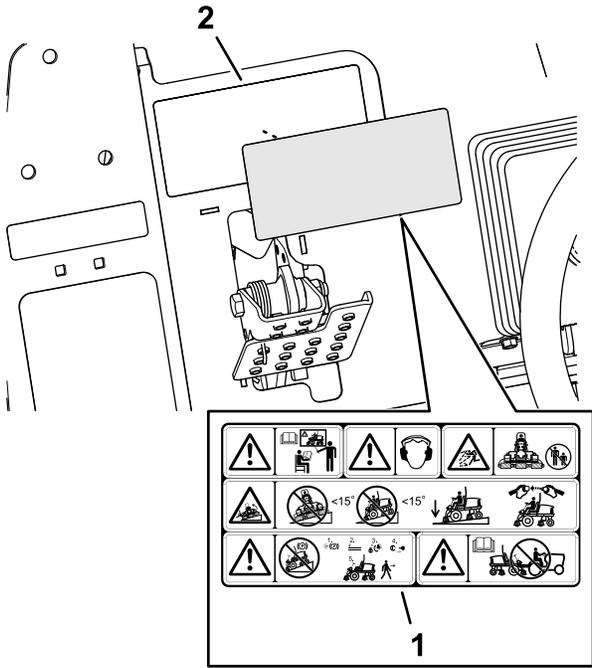

图 40
1. 使用外用酒精和干净的抹布清洁警告标贴 133-2930 的表面并让标贴晾干图 40。